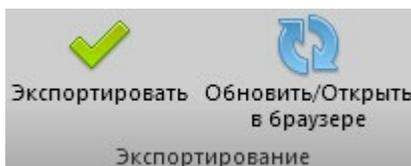

Рисунок 17
6. Когда все требуемые настройки выставлены, нажмите кнопку «Экспортировать» для масштабирования фотографий и сборки скрипта (рис. 17).